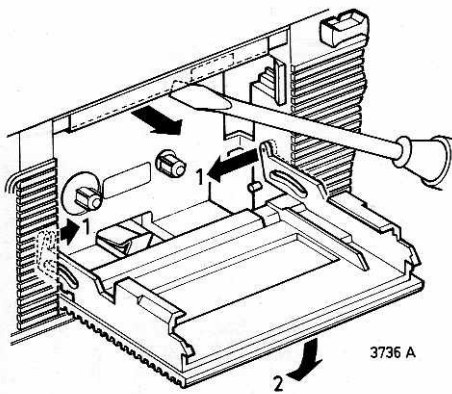

Fig. 5
- Adjust for maximum output voltage by means of the screw which can be reached through a hole in the front, in the cassette compartment (Fig. 5).
- Regel af op maximum uitgangsspanning met behulp van de schroef, die bereikbaar is door een gat in het front, in de kassetteruimte (fig. 5).